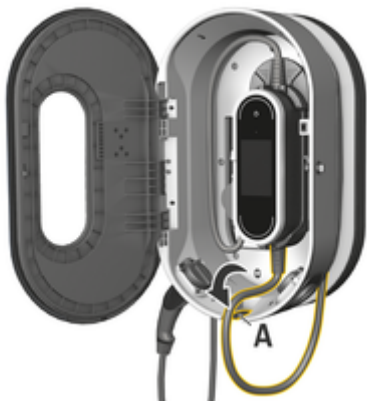

Fig. 85: aggancio dell'unità di comando
3. Far passare il cavo della vettura attraverso l'apertura **A** (Fig. 85) e avvolgere attorno al dock di carica la lunghezza del cavo non utilizzata.